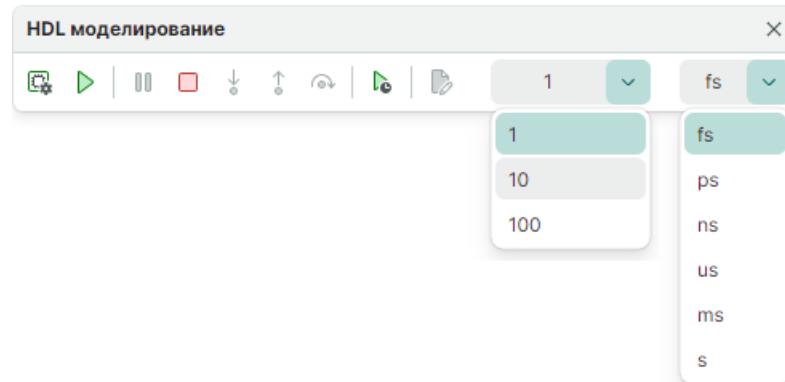

Рис. 29 Выбор параметров моделирования
2. В панели инструментов установите значение временного интервала и выберите формат времени, см. Рис. 29.